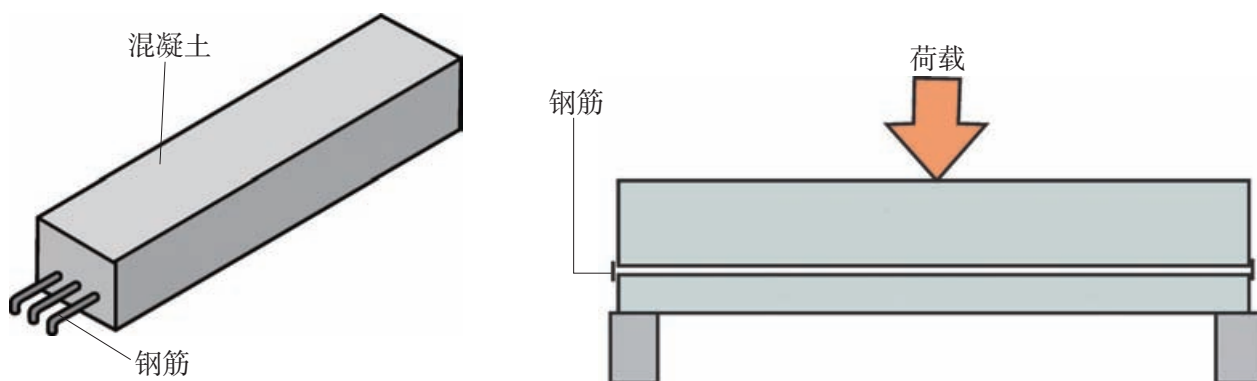

图1-46 钢筋混凝土梁受荷载的情况
(1) 根据混凝土梁受荷载的情况, 讨论混凝土梁存在的弱点。
(2) 根据图1-46所示钢筋混凝土梁受荷载的情况, 解释钢筋混凝土梁较混凝土梁的优点是什么?